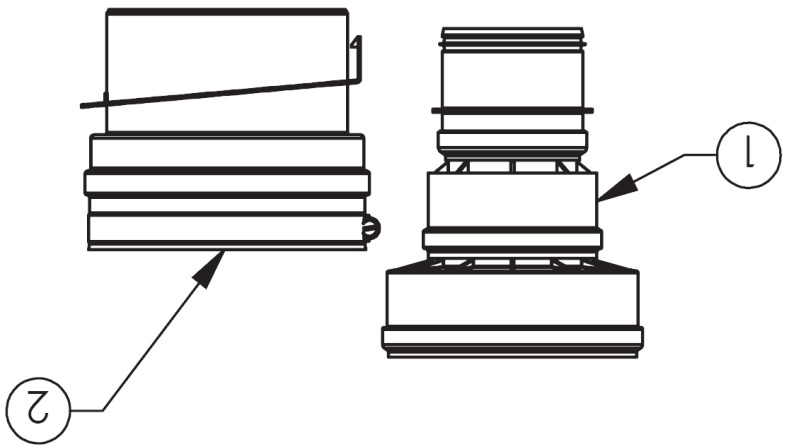

Figure 1. TROUSSE D'ÉVENT COMMUN EN PVC (MODÈLES 120 À 250)
- Les adaptateurs illustrés dans la *Figure 1* (page 4) et la *Figure 2* (page 5) ne doivent pas être modifiés.
- Aucun changement à la disposition du système, comme illustré sur la *Figure 1* (page 4), sauf comme expliqué dans la section suivante et